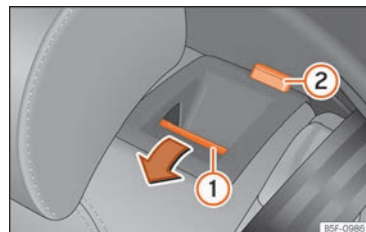

Abb. 74 Rücksitz: Rücksitzlehne vorklappen.
- Entriegelungstaste »» [Abb. 74] ① nach vorn drücken und gleichzeitig die Rückenlehne umklappen. Die Rücksitzlehne ist entriegelt, wenn die rote Markierung des Tasters ② sichtbar ist.